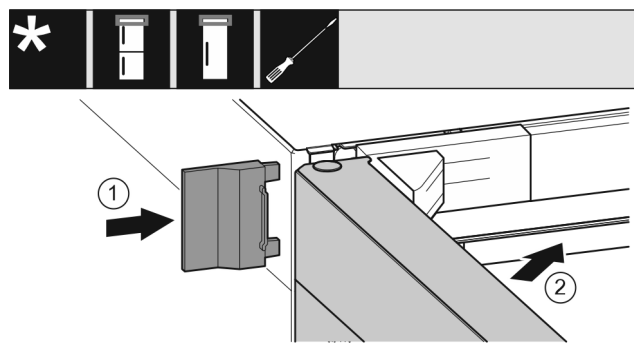

Fig. 25
- Applicare la copertura esterna Fig. 25 (1).
- Chiudere la porta superiore Fig. 25 (2).